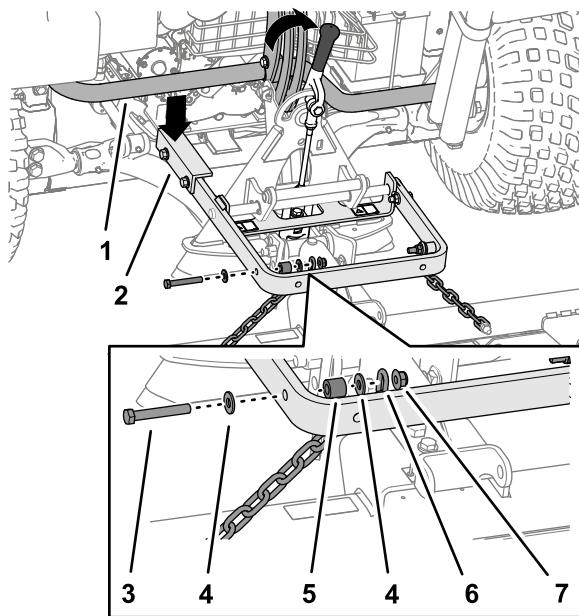

Figure 6
châssis arrière du groupe de déplacement (Figure 6).
Soulevez toujours l'accessoire par la poignée située au dos de l'adaptateur (Figure 6).
- Fixez le maillon supérieur de chaque chaîne à l'extérieur du bras de levage (Figure 6) au moyen d'un boulon ($\frac{3}{8}$ " x $2\frac{1}{2}$ "), 2 rondelles ($\frac{3}{8}$ " x $\frac{7}{8}$ "), une entretoise et un contre-écrou ($\frac{3}{8}$ ").